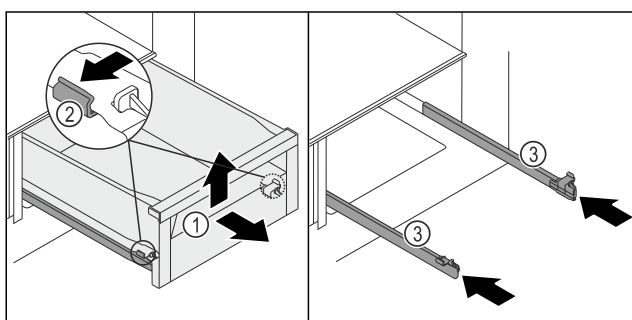

Fig. 199
- Estrarre il cassetto Fig. 199 (1) fino a battuta.
- Premere contemporaneamente e leggermente verso l'esterno il morsetto Fig. 199 (2) a sinistra e quello a destra sulle guide.
- Il cassetto Fig. 199 (1) si stacca dalle guide.
- Sollevare il cassetto Fig. 199 (1) anteriore.
- Estrarre il cassetto Fig. 199 (1) in avanti.
- Inserire le guide Fig. 199 (3).